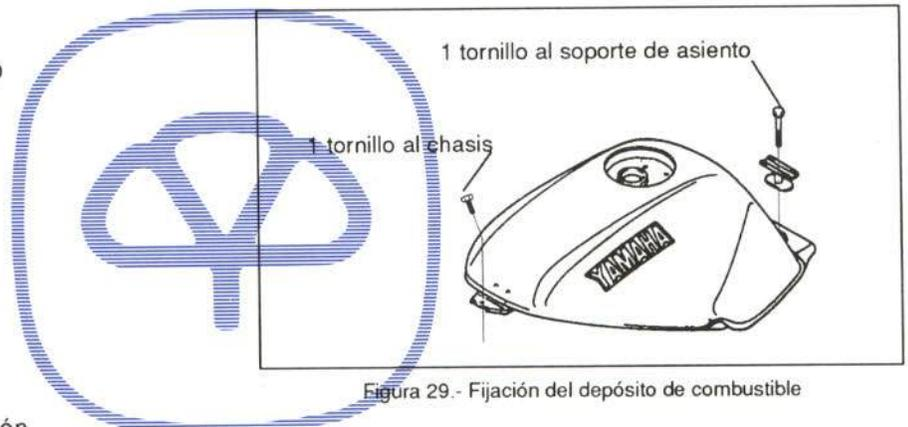

Figura 29.- Fijación del depósito de combustible
En la figura 29 se muestra su fijación
- Depósito (figura 29)
En la figura 29 se muestra su fijación.
- Depósito de combustible (figura 29)